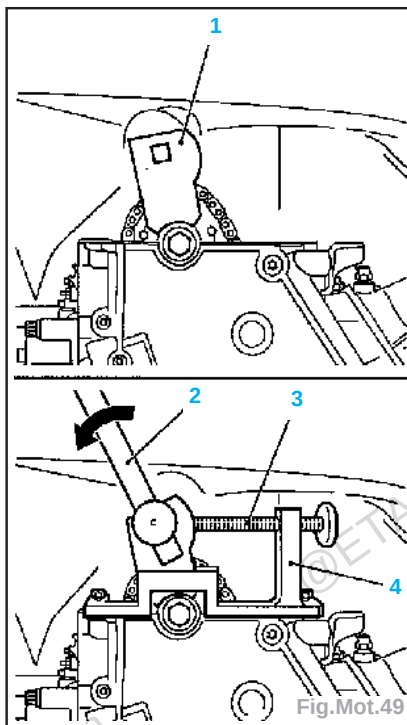

Fig.Mot.49
- Insérer la pige de calage de la pompe d'injection **KM-927** (3) dans l'orifice de distribution de la pompe.
- Insérer verticalement le toc (1) de l'outil d'ajustage **KM-933** (4) dans le pignon de l'arbre à cames (Fig.Mot.49).
- Exercer une légère pression sur le toc par la poignée (2) dans le sens des flèches (dans le sens opposé au sens normal de rotation du moteur), puis fixer à l'aide d'un boulon de fixation (3).